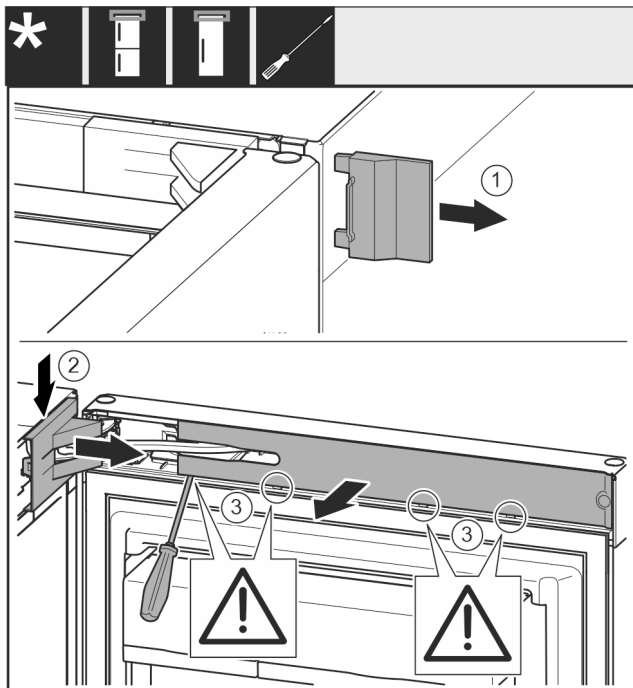

Fig. 9
- ▶ Skinite poklopac Fig. 9 (1).
- ▶ Podignite i otpustite pokrov podloška ležaja Fig. 9 (2).
- ▶ Skinite pokrov podloška ležaja Fig. 9 (2).
- ▶ Odvijačem s ravnom glavom odvojite masku Fig. 9 (3) i zakrenite je na stranu.